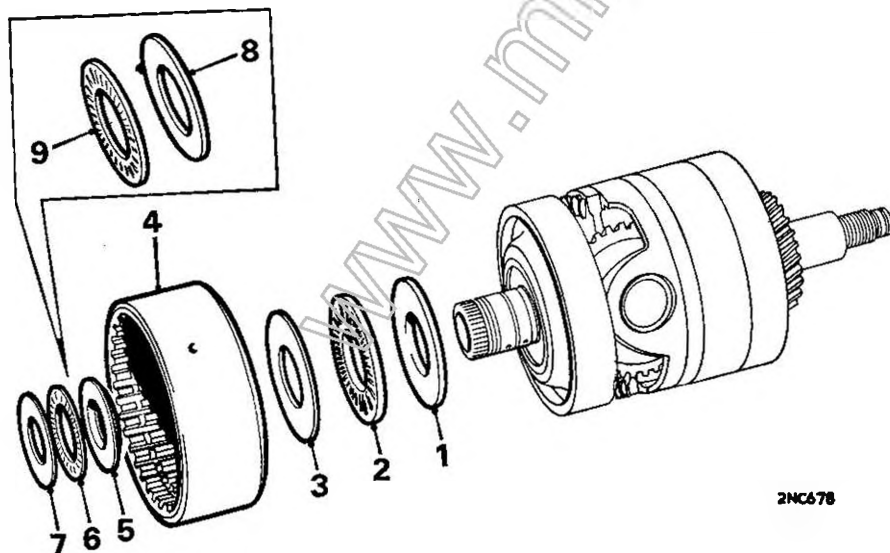

Fig. Fa. 45
3. Togliere la corsa reggispinta e le rondelle (Fig. Fa. 45).
Quando si installa il secondo tipo di frizione (dotato di sede anulare) impiegare la rosetta reggispinta di diametro superiore (tipo a gradino) (5) e cuscinetto reggispinta a aghi (6) - vedi Fig. Fa. 45
Quando si installa qualsiasi dei due tipi di frizione (1° o 2° tipo) impiegare la rosetta di diametro minore (8) e cuscinetto reggispinta ad aghi (9) - vedi Fig. Fa. 45.